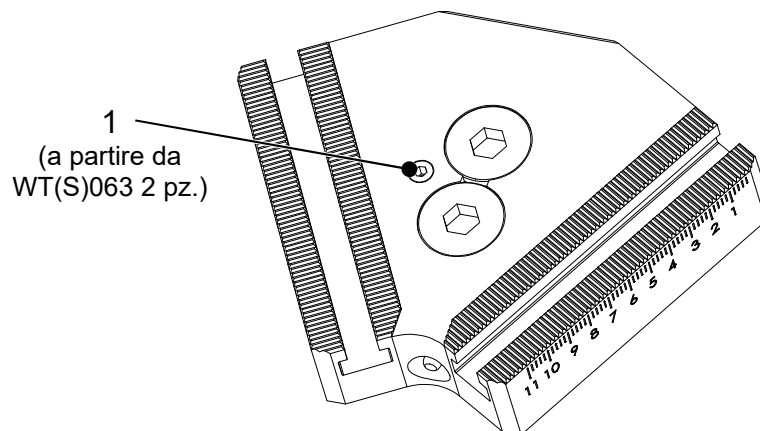

Fig. 2-2: Funzionamento dei ponti oscillanti INOZet®
- Senso di rotazione del perno di bloccaggio (1, Fig. 2-2) **in senso antiorario**
- Senso di rotazione del perno/dei perni di bloccaggio (1, Fig. 2-2) **in senso orario**